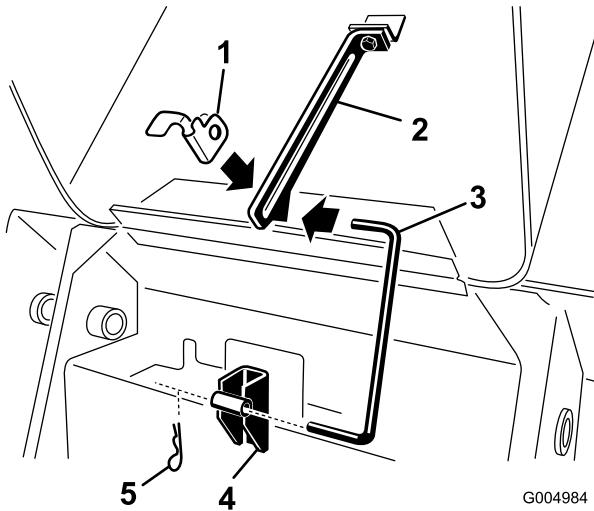

Figura 41
3. Retire el pasador de horquilla del extremo inferior de la varilla de soporte del capó y retire la varilla de los soportes de retención y de la pestaña (Figura 41).
- 7. Instale la varilla en los soportes de retención y la pestaña, y fíjela con el pasador de horquilla (Figura 41).